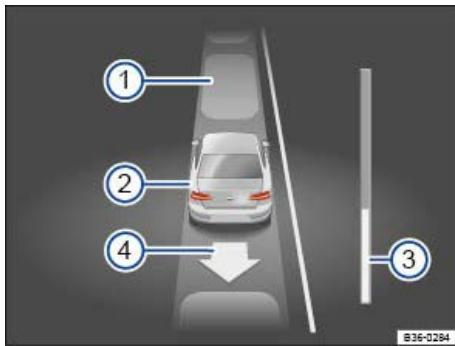

Abb. 213 Im Display des Kombi-Instruments: Ausparken parallel zur Fahrbahn.
Legende zu ⇒ Abb. 213 :
Der Fortschrittsbalken ⇒ Abb. 213(3) zeigt die zu fahrende Distanz an ⇒ Fortschrittsbalken .